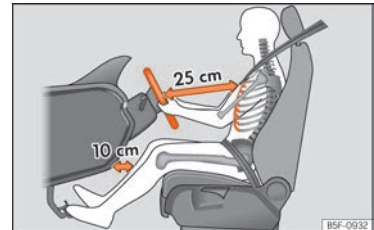

Abb. 3 Der richtige Abstand des Fahrers zum Lenkrad muss mindestens 25 cm (10 inch) betragen.
- Lenkrad so einstellen, dass der Abstand zwischen Lenkrad und Brustbein mindestens 25 cm (10 Zoll) beträgt »» **Abb. 3** und das Lenkrad mit beiden Händen und leicht gebeugten Armen seitlich am äußeren Rand festgehalten werden kann.
- Fahrersitz in Längsrichtung so einstellen, dass die Pedale mit leicht angewinkelten Beinen durchgetreten werden können und der Abstand zur Instrumententafel im Kniebereich mindestens 10 cm (4 Zoll) beträgt »» **Abb. 3.**